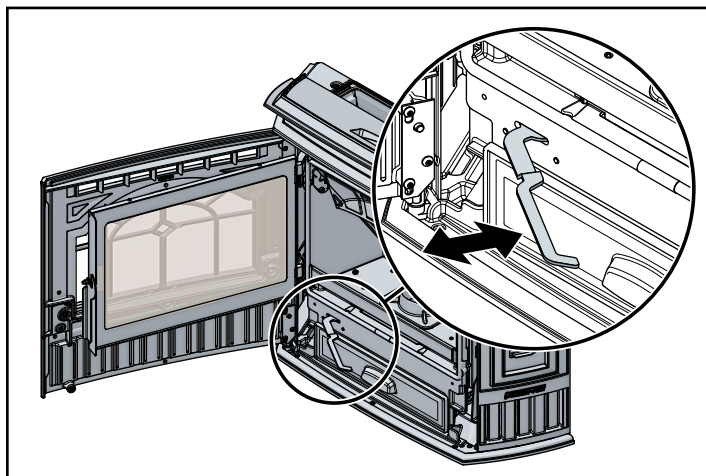

Figure 16.2
- c. Tirez deux fois la manette du plancher du creuset de combustion jusqu'à ce que la cendre tombe dans le bac à cendre en dessous. **Figure 16.2**